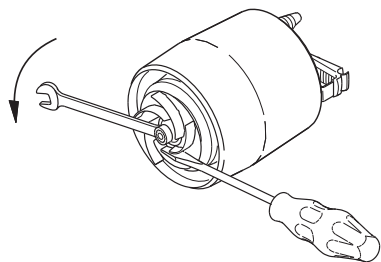

Рис. 12 Снятие рабочего колеса
6. Отвернуть гайку на валу электродвигателя (ключом с раствором зева 13 мм). При этом зафиксировать с помощью отвертки рабочее колесо от проворота, смотри рис. 12.